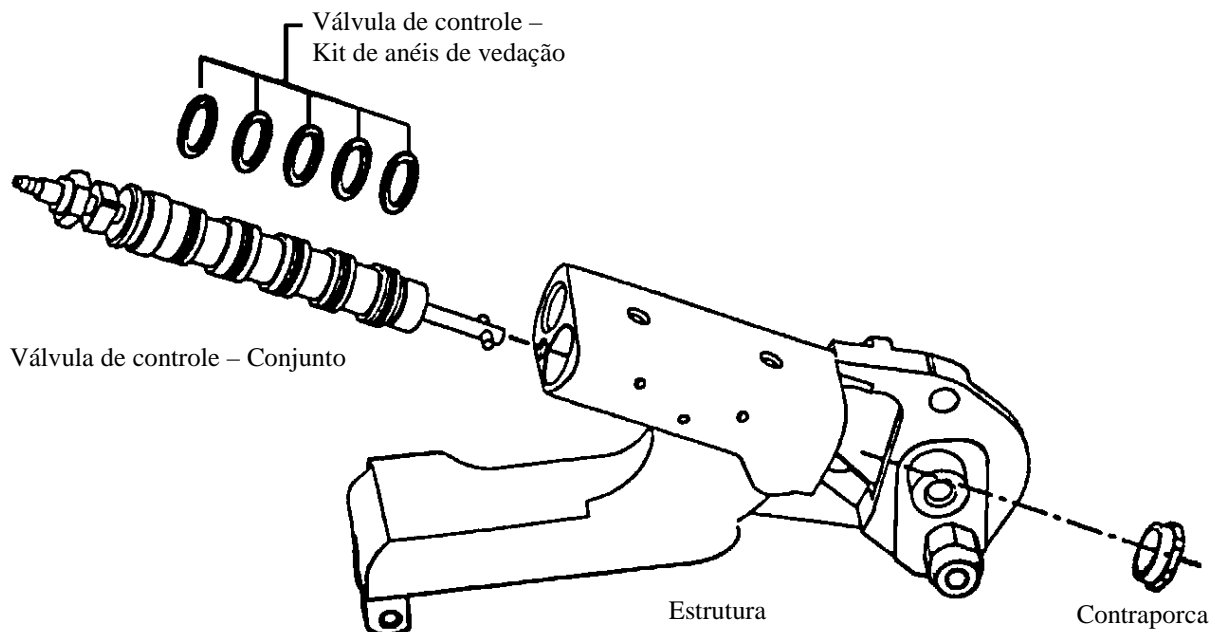

FIGURA 67
9.4.16 Instalação da válvula de controle (Consulte a Figura 67)